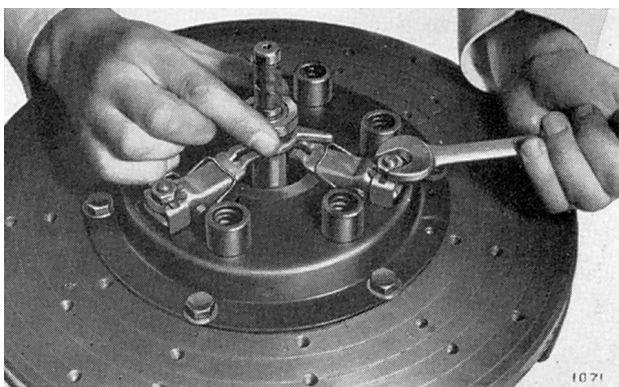

Fig. 19. Réglage de la hauteur des leviers de débrayage (Herald et Spitfire)
Poser le plateau de pression (2) sur le plateau de base, les rondelles d'espacement étant placées sous les axes de leviers de débrayage. Monter les ressorts (3), les cuvettes (4) et le couvercle (5). Fixer le couvercle fermement au plateau de base. Assembler les leviers de débrayage (8) les entretoises (10), les plaques de blocage (11) et les écrous (12). Monter le doigt de jauge (4, Fig. 14) avec l'adaptateur No. 5 et régler les écrous (12) jusqu'à ce que le doigt de jauge touche légèrement l'extrémité de chaque levier (8) (voir Fig. 19). Enlever le doigt de jauge et sa colonne, monter le levier de l'équipement Churchill et actionner l'embrayage plusieurs fois. Refixer le doigt de jauge et la colonne, et vérifier à nouveau la hauteur des leviers et la régler, si nécessaire. Une fois la hauteur correctement réglée, replier les plaques de blocage (11) contre les écrous (12). Monter le plateau de leviers de débrayage (13) et le fixer avec les ressorts (9). Vérifier le voilement du plateau de leviers de débrayage au moyen d'un comparateur à cadran comme montré sur la Fig. 23. Le voilement ne doit pas excéder 0,38 mm. (0,015"). Si la mesure est correcte, enlever l'embrayage du plateau de base.